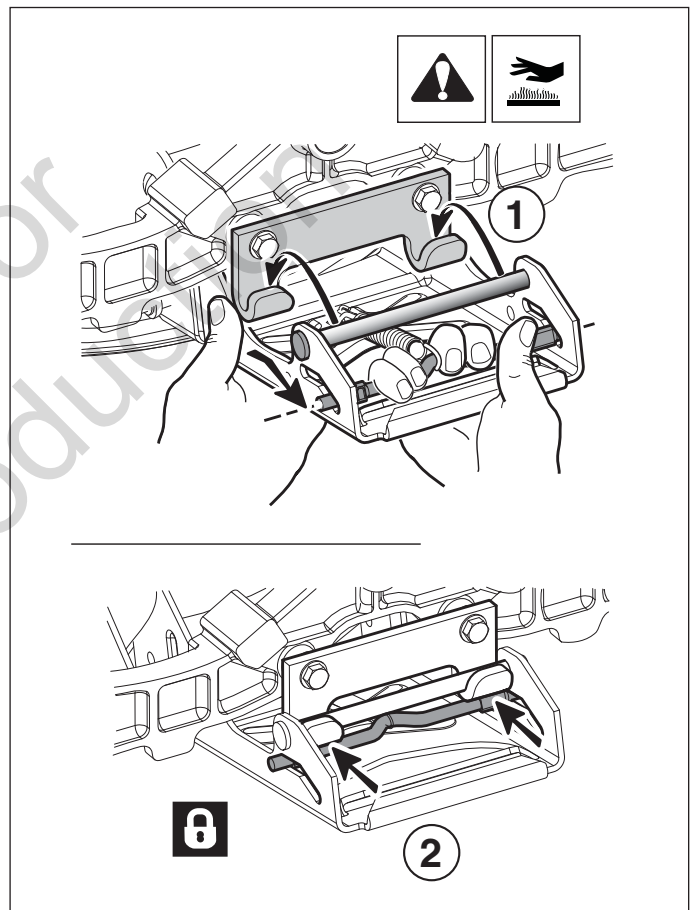

Figura 22
3. Gire las ruedas hacia adelante. Tire hacia atrás de la palanca a resorte e instale el enganche del cortacéspedes en las abrazaderas de enganche del tractor (ver 1-2, Figura 22).